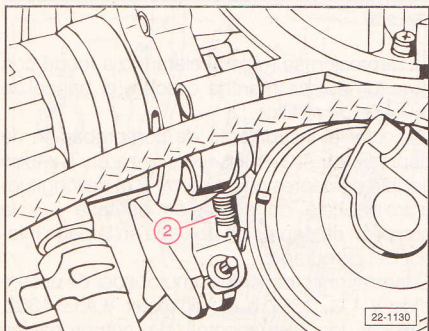

Fig. 2.65
En caso necesario, corregir el régimen de ralenti en frío con el tornillo de ajuste (2) (Fig. 2.65).